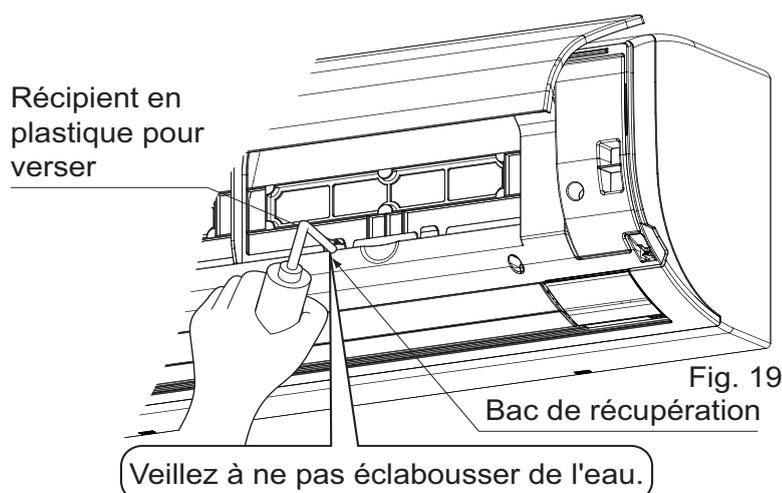

Fig. 19
- Après avoir posé les tuyaux d'évacuation, vérifiez l'évacuation en ouvrant le panneau avant, **en enlevant le filtre à air**, en versant de l'eau dans le bac à eau et en vous assurant que l'eau s'écoule régulièrement du tuyau d'évacuation. **(Reportez-vous à la fig. 19.)**